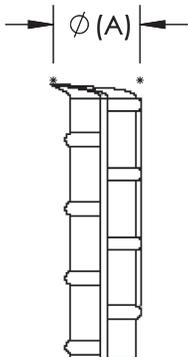

Figura 2
**Passo 2:** Assegure que a barra esteja livre de sujeira excessiva, concreto, ferrugem, etc., os quais podem afetar o desempenho do produto. Verifique se as pontas das barras não excedem os limites mostrados na Figura 2. Tal excesso pode interferir na instalação das barras no interior da luva.
Tamanho da Barra	Máximo diâmetro das pontas das barras (A) Figura 2